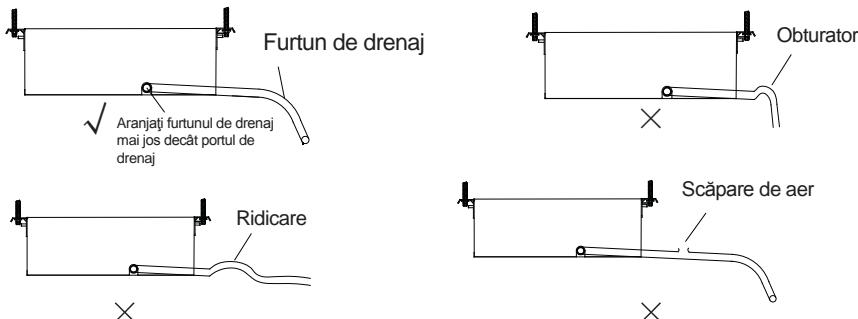

Fig.23
- (1). Montați furtunul de drenaj cu înclinare în jos (1/50 până la 1/100) și nu se utilizează ridicări sau obturatoare pentru furtunuri. (Fig. 23)
- (2). Asigurați-vă că nu există crăpături sau scurgeri la furtunul de drenaj pentru a evita formarea unei pungi de aer. (Fig.23)
- (3). Utilizați întotdeauna furtun de drenaj care a fost bine izolat.